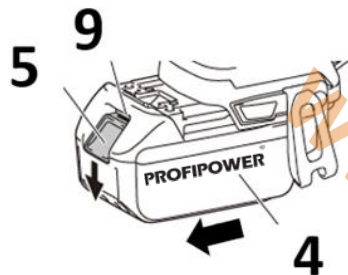

Рисунок 2.2.1. Установка и снятие аккумуляторного блока.
1. Нажмите кнопку «5» (рисунок 2.2.1.) на лицевой стороне и извлеките блок «4».